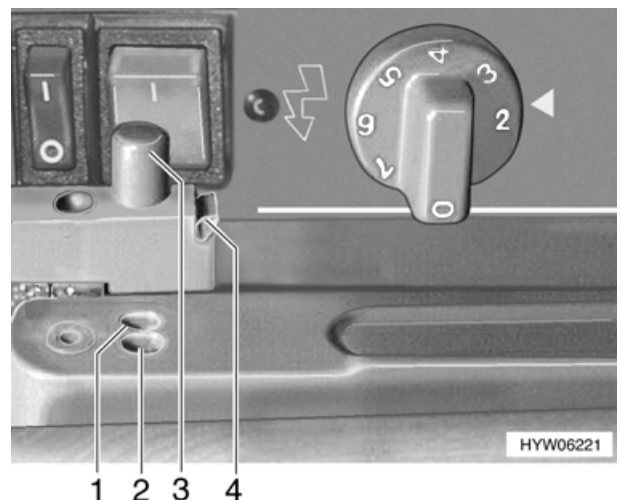

Bild 94 Verriegelung der K hlschrankt r (Variante 1)
- Mit seitlichem Druck gegen den gr nen Sicherungskeil (Bild 94,4) die Arretierung l sen. Der Verschlussbolzen (Bild 94,3) springt heraus.
- Verschlussbolzen (Bild 94,3) eindr cken, so dass er in die  u ere Raststellung (Bild 94,2) einrastet.
- Verschlussbolzen (Bild 94,3) eindr cken, so dass er in die innere Raststellung (Bild 94,1) einrastet. Die K hlschrankt r bleibt damit leicht ge ffnet.